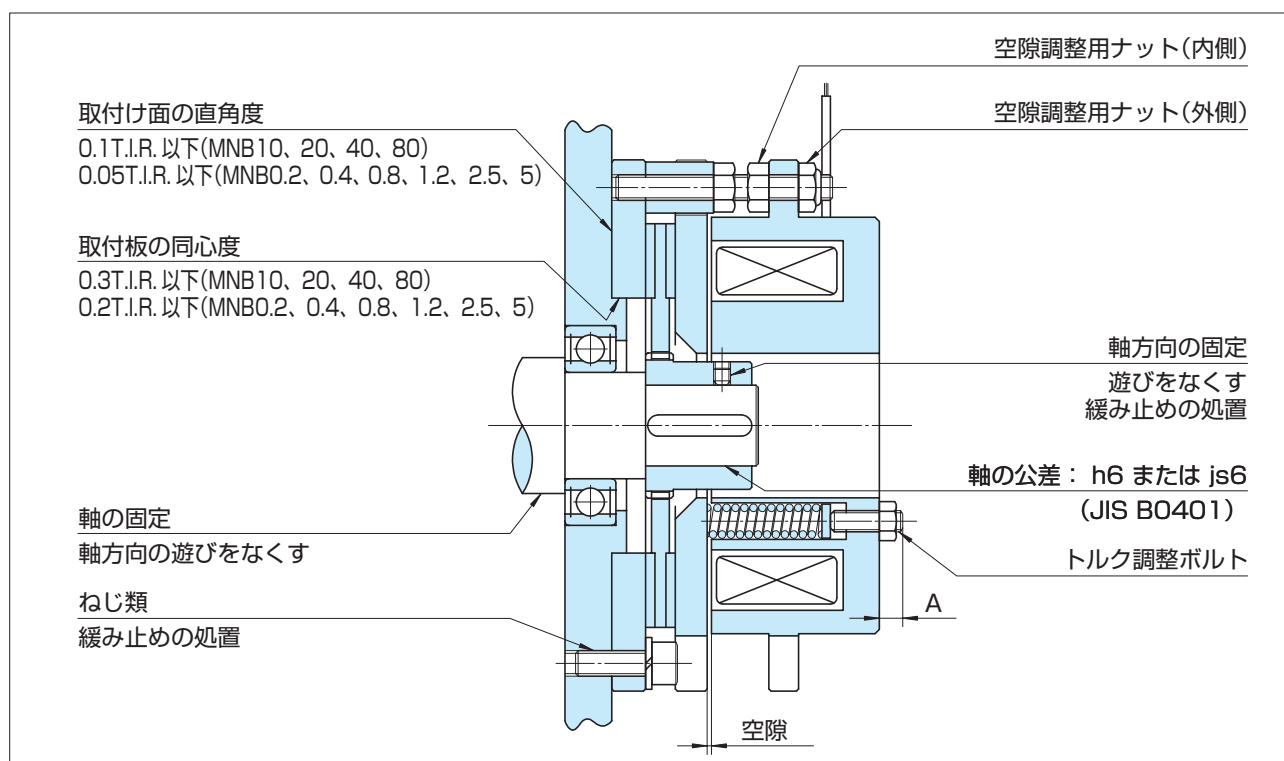

図 2
■ 空隙調整（図2～3参照）
■ トルク調整（図2～3参照）